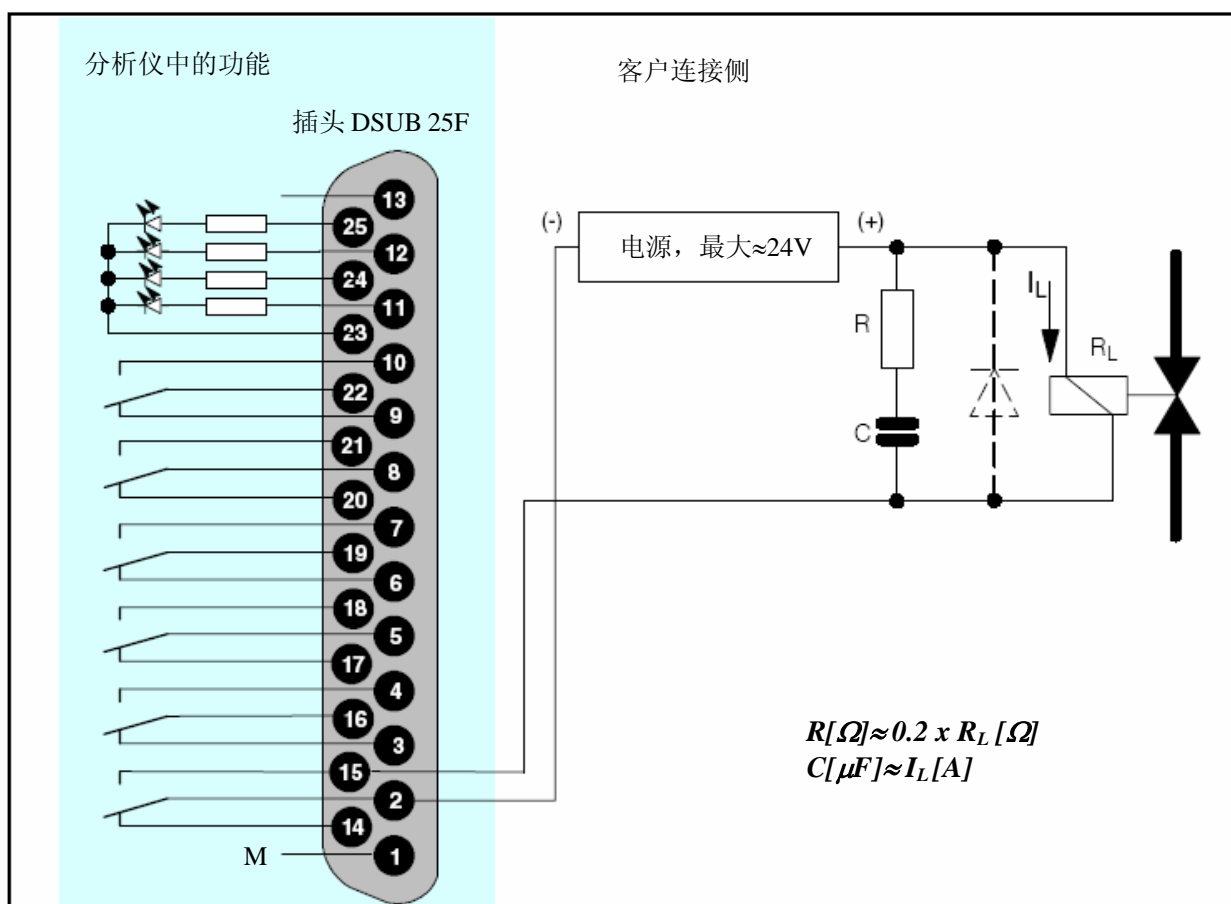

图 2-14 抑制在继电器触点处产生火花的方法（架装式分析仪）
- RC 元件必须要按照图 2-14 所示那样连接，这样的连接方式可抑制在继电器触点处（例如极限继电器）产生火花。注意：RC 元件会导致感应元件（例如：电磁阀）响应滞后。因此 RC 元件的大小应该根据以下的经验公式来决定：